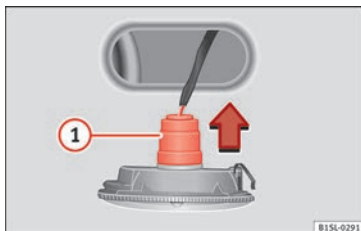

Abb. 93 Seitliche Blinkleuchte: Glühlampenwechsel.
2. Die seitliche Blinkleuchte aus der Karosserie heraushebeln (2).
3. Lampenhalter mit der Glühlampe in Pfeilrichtung » Abb. 93 (1) herausziehen.